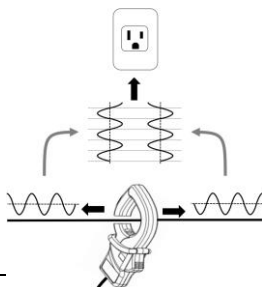

Fig. 5-4
- Comme le montre la figure 5-4, la phase de la tension d'essai appliquée à un fil neutre (N) change de 180 degrés en fonction de l'orientation de la pince d'injection de tension d'essai.
Selon l'orientation de la pince d'injection de tension d'essai, comme expliqué à la figure 5-4 à la clause précédente, KEW 4506 peut juger que [NE Reverse] même si la sortie est correctement câblée comme indiqué à la figure 5-8 (sortie filaire vers disjoncteur de branche [B]).